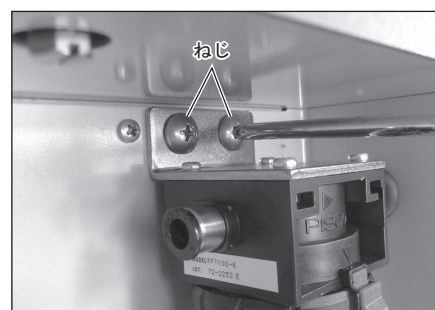

図 32
- 3) プラスドライバーで、ねじ 2 本を取り外し、エアフィルターを取り外します (図 32)。